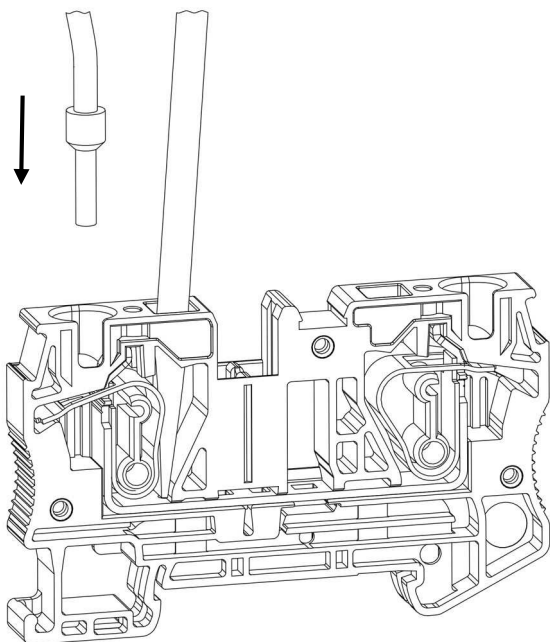
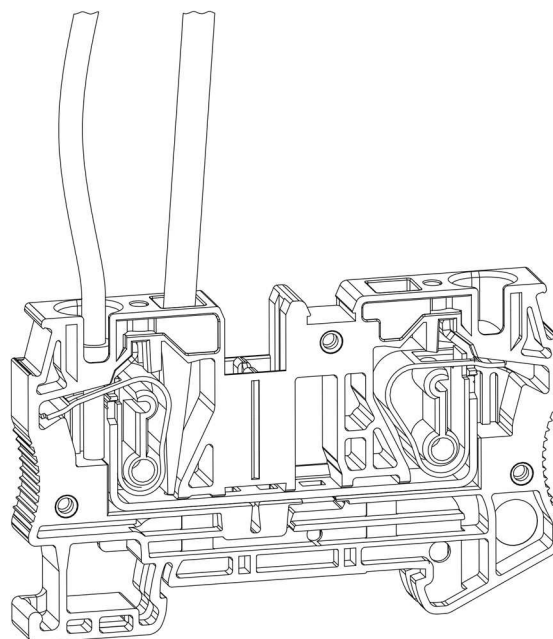

Рисунок 12 - ввод проводника в точку подключения
Рисунок 13 - проводник в точке подключения
- Вставьте подготовленный проводник до упора в точку подключения (**овальное** отверстие) клеммы (рис. 12; рис. 13);